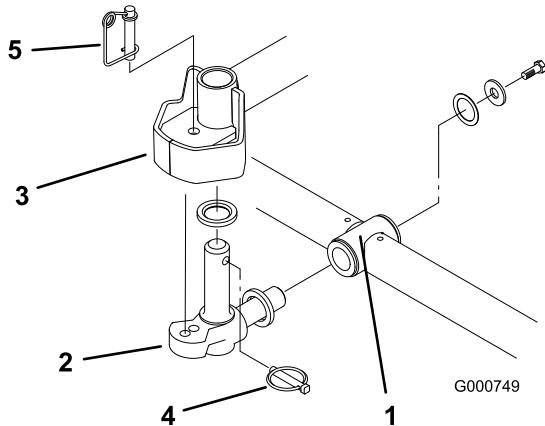

Figure 5
6. Montez une rondelle de butée sur l'axe horizontal du pivot comme illustré à la (Figure 5).
Remarque: Si une position de plateau de coupe fixe est requise, insérez la goupille de blocage de direction dans le trou de fixation du pivot (Figure 5).
14. Accrochez le ressort autour du bas de la goupille de blocage de direction (Figure 5).